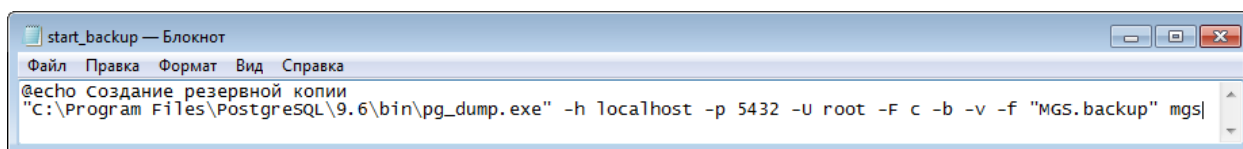

Рисунок 9.22 — Образец содержания командного файла
- Введите в командный файл текст по приведенному образцу (см. рисунок 9.22).